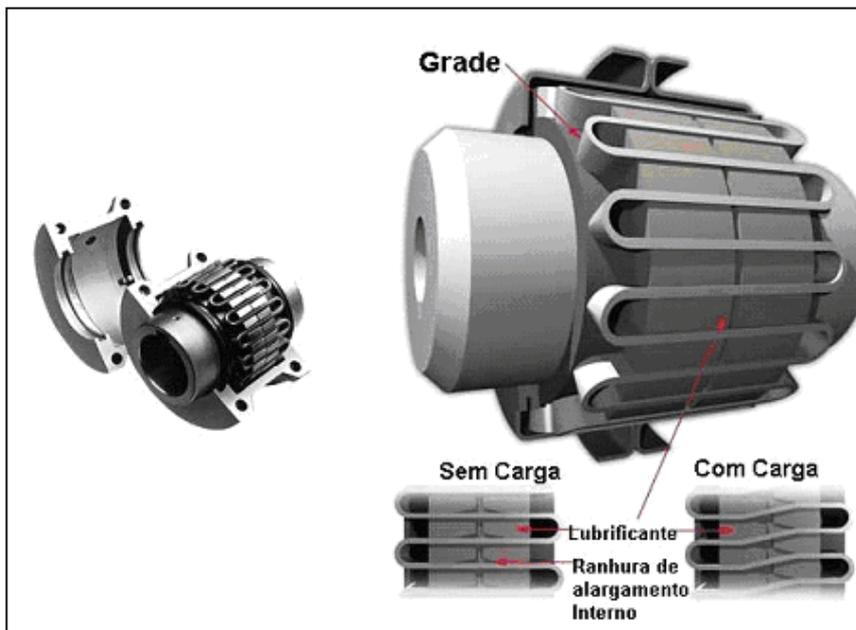

Figura 48 : Acoplamento tipo grade
D) Acoplamento tipo *Falk* (com grade de aço). No acoplamento do tipo Falk, que é o mais utilizado as luvas possuem ranhuras, e nestas ranhuras adapta-se uma mola ou grade de aço, que é a responsável pela ação amortecedora. Este tipo de acoplamento possui ainda Uma capa de retenção do lubrificante, que neste caso é normalmente graxa. Figura 48